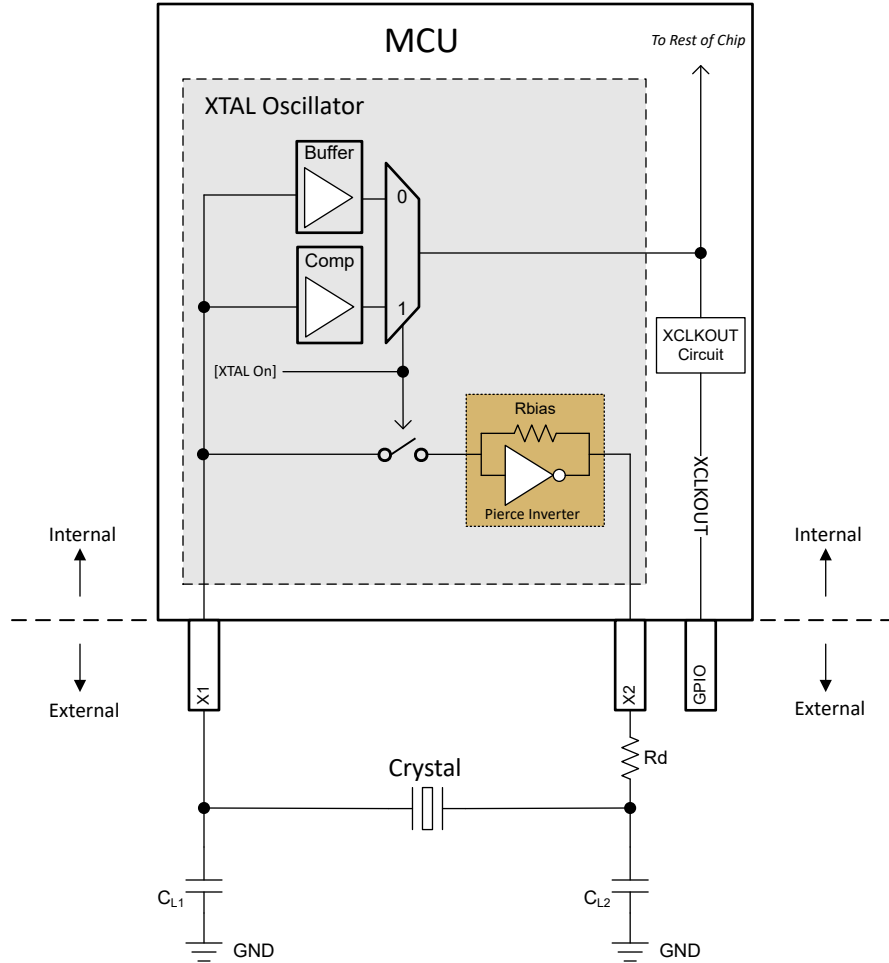

図 7-20. 電気発振回路のブロック図
このデバイスの電気発振回路は、ピアス発振器です。これは正帰還インバータ回路であり、発振するためにはチューニング回路が必要です。この発振器に適合する水晶振動子と組み合わせると、タンク回路が形成されます。このタンク回路は、水晶振動子の基本周波数で発振します。このデバイスでは、発振器は、並列容量 (C0) および必要な負荷容量 (CL) によって、並列共振モードで動作するように設計されています。図 7-20 に、電気発振回路とタンク回路の部品を示します。
図 7-20 によれば、CL1 と CL2 が直列になっているので、水晶振動子から見た等価合計容量を求めるには、静電容量の直列式を適用して、CL1 = CL2 の場合、単純に  $[CL1]/2$  と計算する必要があります。